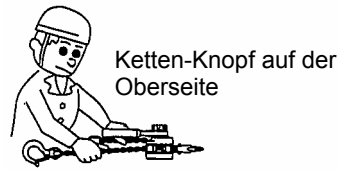
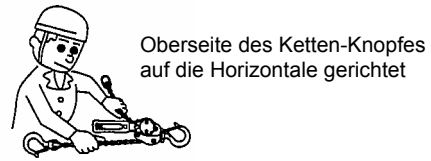

Abb. 4.1
Abb. 4.2
- Wenn Sie den Ketten-Knopf auf der Oberseite wie in der Abbildung 4.1. gezeigt für Ketten-Freilauf verwenden, kann dadurch eine Bremskraft entstehen. Richten Sie in diesem Fall die Oberseite des Knopfes im Ketten-Freilauf wie in der Abbildung 4.2 gezeigt auf die Horizontale.